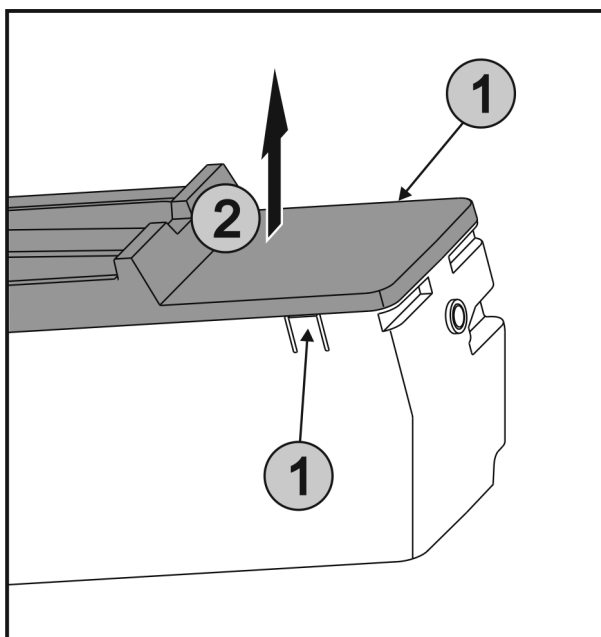

Fig. 49
- ▶ Premere contemporaneamente le linguette Fig. 49 (1) su entrambi i lati di EasyTwist-Ice e rimuovere la copertura sollevandola verso l'alto Fig. 49 (2).